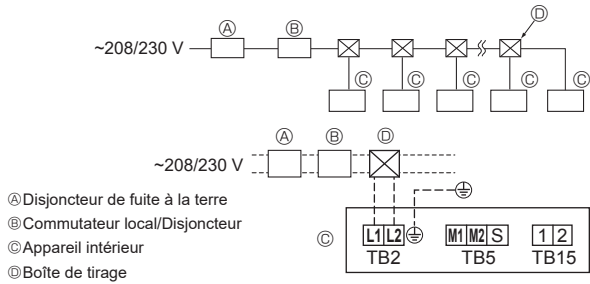

Fig. 6-2
6.3. Câblage d'alimentation (Fig. 6-2)